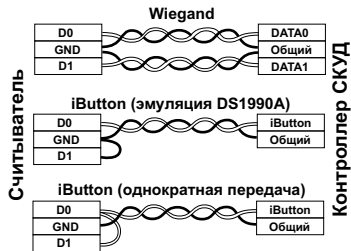

Рис.2
- подсоедините провода к считывателю в соответствии с рис.2 и рис.3. При подключении питания загорается красный светодиод;